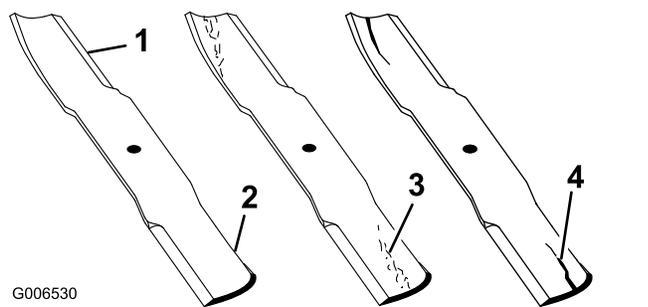

Figura 51
1. Controllate i taglienti (Figura 51).
4. Se notate incrinature, usura o scanalature in questa zona, montate immediatamente una nuova lama (Figura 51).